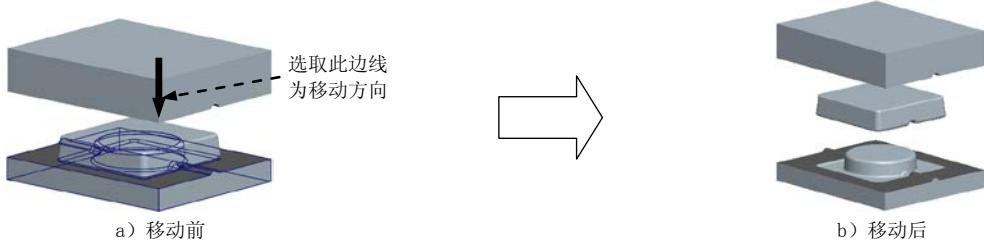

图 3.14 移动下模
Step3. 移动下模。选取图 3.14 所示的边线为移动方向，输入要移动的距离值 100。